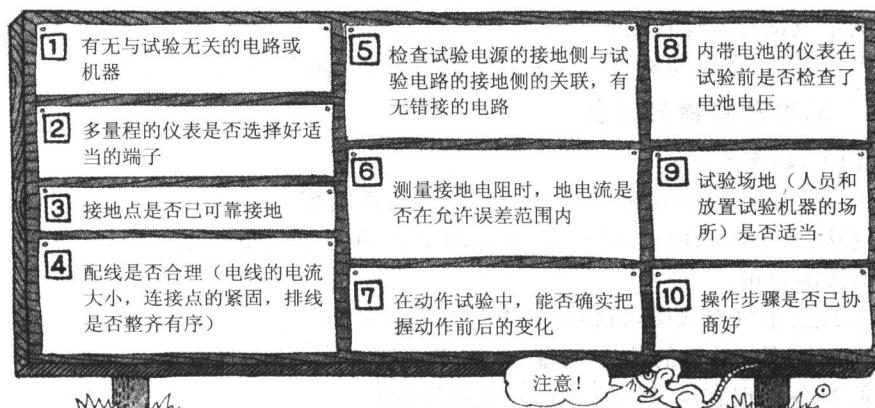
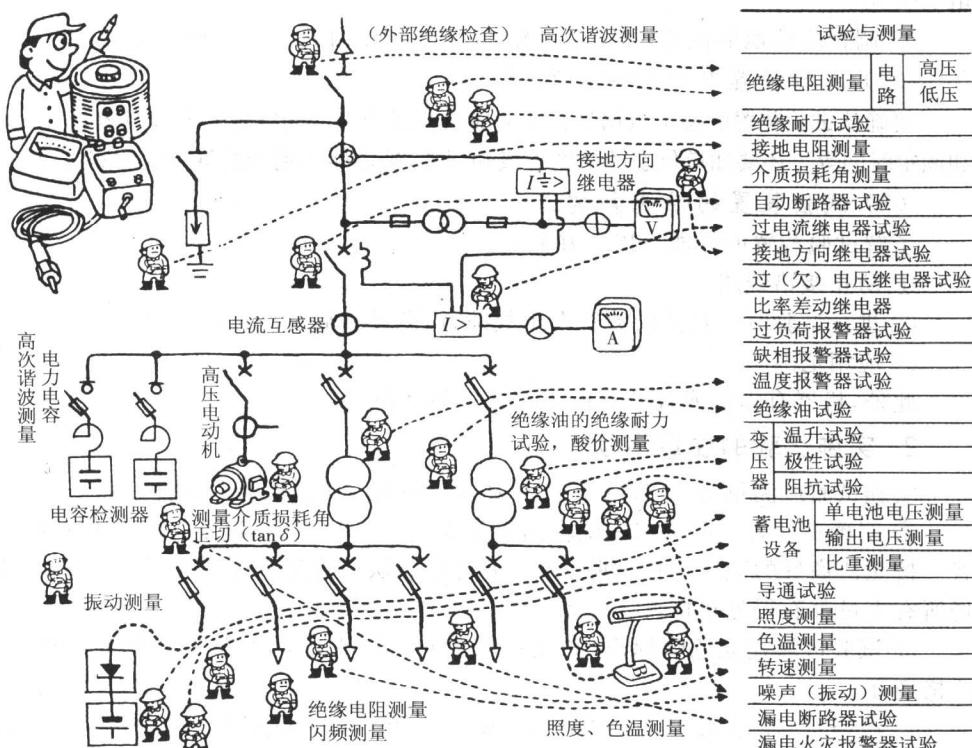

图 1.2 现场试验前的注意事项
图 1.3 高压配电设备与试验场地
① 明确责任者。确定实施试验的责任者,让所有人员知道某一人是作业指挥者。按照协商好的顺序进行试验,每一个动作确认后再进入下一步作业。要让现场所有人员都看得见指挥者。
② 试验区域建立危险标志,禁止进入。对参试人员与无关人员要分别通知,严格遵守。
③ 严格遵守防护用具、保护用具的使用手则。要确认安全用具无异常,所有参试人员都能熟练使用。
④ 绝缘耐力试验时禁止吸烟。注意带电的机器有无发烟、异臭、异常声音等现象，并注意仪表指示的变动等。
⑤ 测量值的检查，包括试验基准值的确定、多量程刻度的观察、有无波形误差等。
⑥ 试验开始前的注意事项示于图 1.2。图 1.3 是高压配电设备的试验及测量示例。